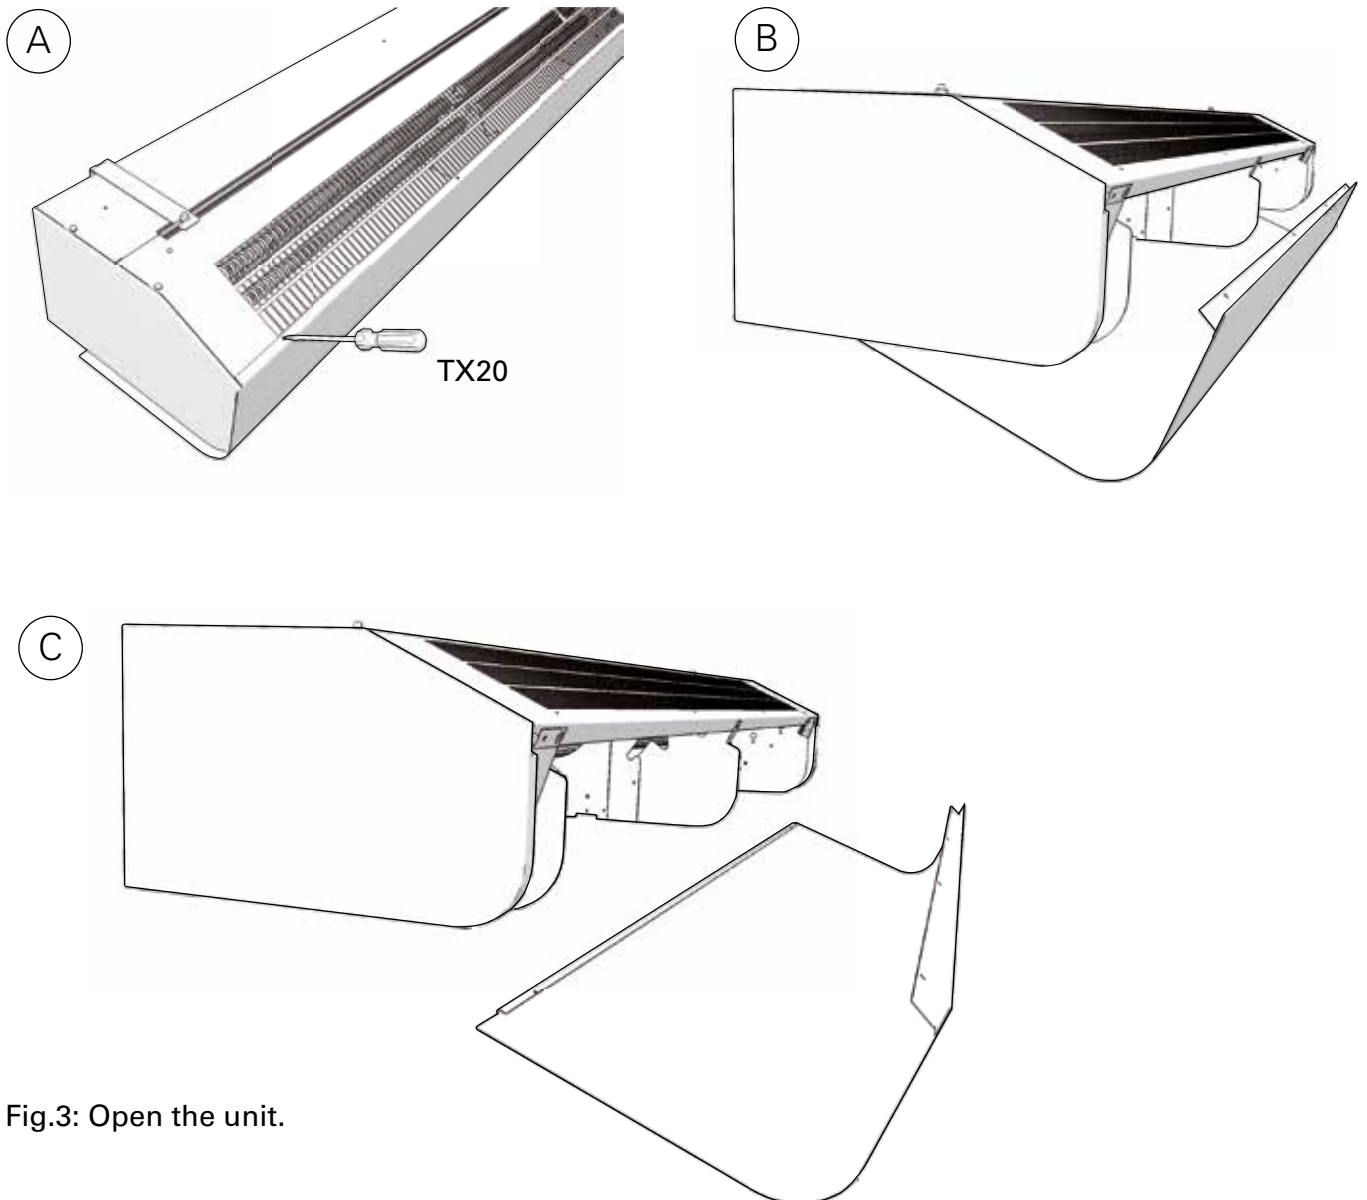

Fig.3: Open the unit.
2. Die Frontklappe wird entfernt, indem die Schrauben an der Geräteoberseite gelöst werden und die gebogene Kante an der Unterseite abgenommen wird. (Abb. 3)